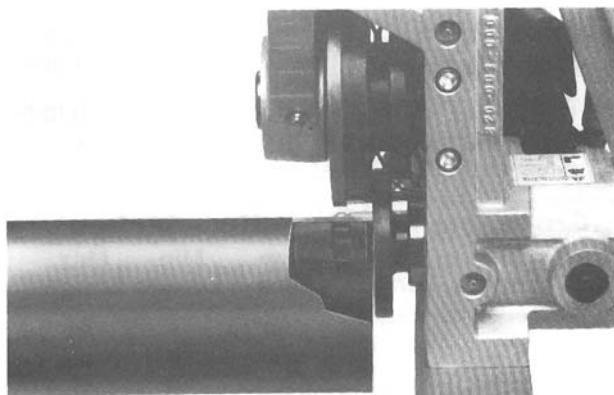

Figure 9 – Vue rapprochée du tuyau contre le rebord du galet d'entraînement
3. Alignez le tuyau et le porte-tubes sur l'axe de la rainureuse à galets en vous assurant que l'extrémité du tuyau se trouve à fleur du rebord du galet d'entraînement (*Figure 9*).